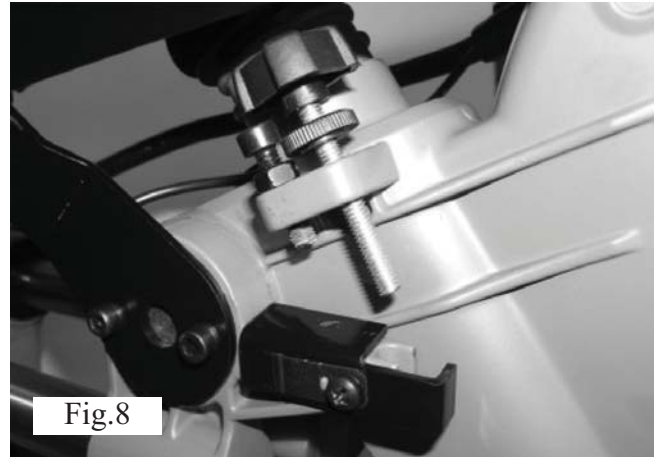
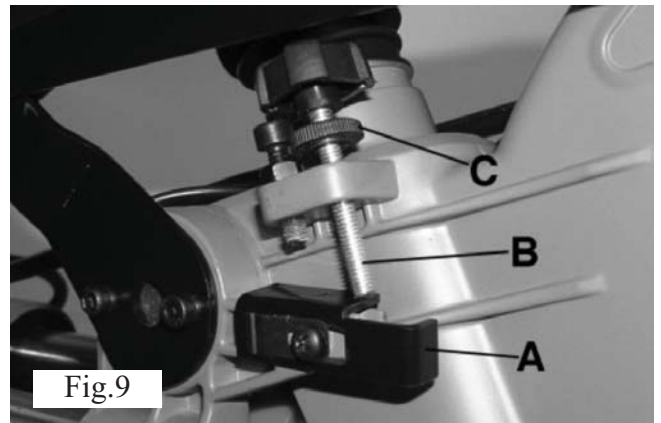

Fig.8
Fig.9
I normalläge är djupanslaget (fig. 8) inställt så att sågklingan kan skära genom hela arbetsstycket. När kaparmen är i uppfällt läge kan djupanslaget (A) fig. 9 föras framåt så att justerskruven (B) kommer i kontakt med djupanslaget när kaparmen sänks. Med den här mekanismen kan skärets djup begränsas på ett kontrollerat sätt. Skärets djup kan justeras med justerskruven och låsas i läge med låsmuttern (C) fig. 9.